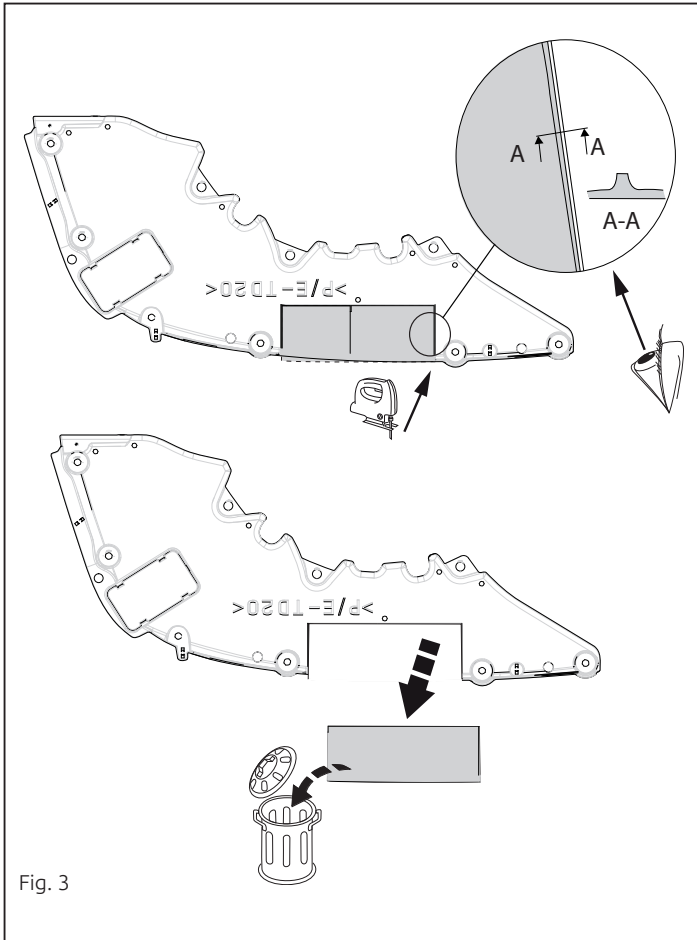

Fig. 3
9. Выпилить часть из пластмассового защитного колпака в середине снизу, как указано на рис. 3.